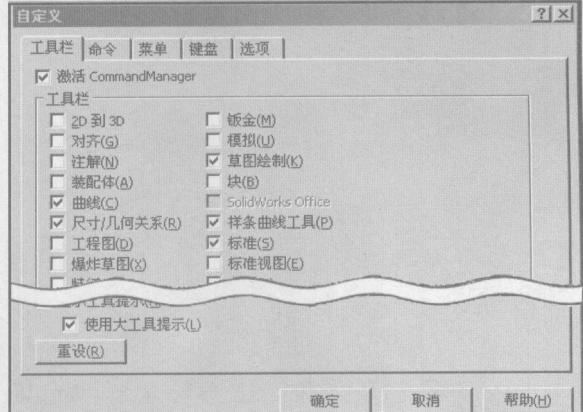

图 1-4
STEP4 单击“自定义”选项，出现如图 1-4 所示的“自定义”对话框。选中需要显示工具栏前的复选框即可显示，反之可以取消显示该工具栏。